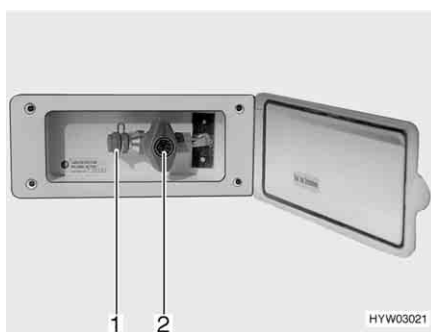

Fig. 51 Presa gas esterna, rubinetto di arresto del gas chiuso
La presa gas esterna (Fig. 51) si trova, a seconda del modello, nella parte posteriore o sul lato destro o sinistro del veicolo.
- Collegare l'apparecchio a gas esterno all'attacco (Fig. 51,1).
- Aprire il rubinetto di arresto del gas (Fig. 51,2).